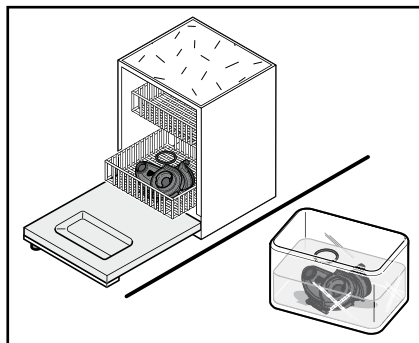

Fig. 29
7. Rengør blandeskålen og tætningsringen (fig. 29):